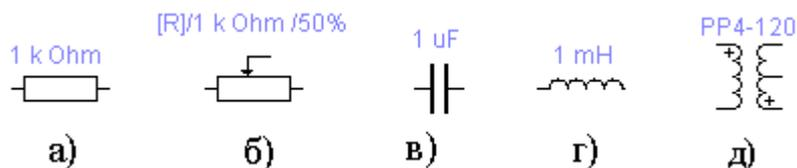

Рисунок 1.5 – Условные изображения резистора (а), переменного резистора (б), конденсатора (в), катушки индуктивности (г), трансформатора (д)
**Резистор** (рис. 1.5, а). Сопротивление резистора измеряется в омах и задается производными величинами (от Ом до МОм).
**Переменный резистор** (рис. 1.5, б). В диалоговом окне можно установить сопротивление, начальное положение движка (в процентах) и шаг приращения (также в процентах). Имеется возможность изменять положение движка при помощи клавиш-ключей. Используемые клавиши-ключи: буквы от А до Z, цифры от 0 до 9, клавиша Enter на клавиатуре, клавиша «пробел».
**Конденсатор** (рис. 1.5, в). Емкость конденсатора измеряется в фарадах и задается производными величинами (от пФ до Ф).
**Катушка индуктивности** (рис. 1.5, г). Индуктивность катушки измеряется в генри и задается производными величинами (от мкГн до Гн).
**Трансформатор** (рис. 1.5, д).